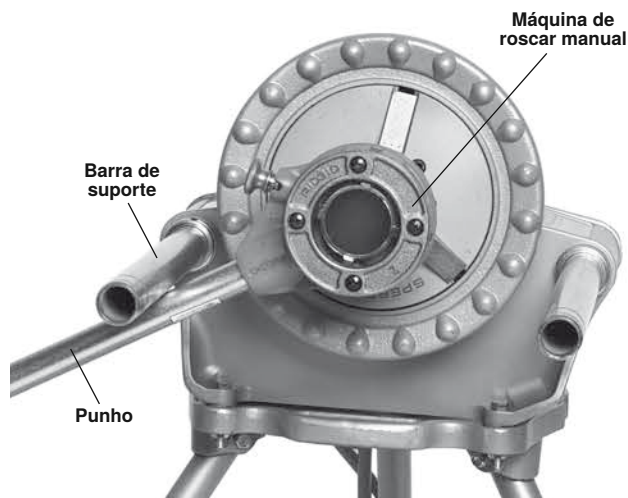

Figura 20 – Remoção da cabeça de roscar do tubo roscado (cabo contra a parte inferior da barra)
- c. Estenda totalmente a barra de suporte do lado do interruptor e levante o cabo do roscador contra o fundo da barra. Segure a extremidade do cabo do roscador com a mão esquerda. Para evitar entalamento, não coloque a mão ou os dedos entre o cabo do roscador e a barra de suporte. Mantenha o cabo em contacto com a barra de suporte (ver figura 20).
1. Segure o cabo do roscador contra o fundo da barra de suporte do lado do interruptor. Para evitar entalamento, não coloque a mão ou os dedos entre o cabo do roscador e a barra de suporte. Ver figura 20 para a posição de funcionamento correta.